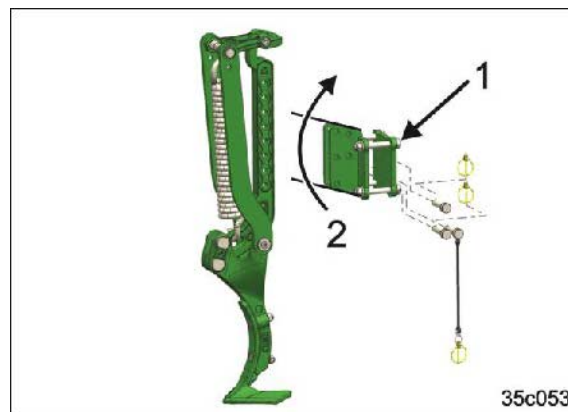

Fig. 120
5. Fjern fastgørelsesskruerne til sporløsnerholderen (Fig. 120/1)
6. Drej sporløsnerholderen opad (Fig. 120/2)
7. Montér og spænd fastgørelsesskruerne til sporløsnerholderen (Fig. 120/1)